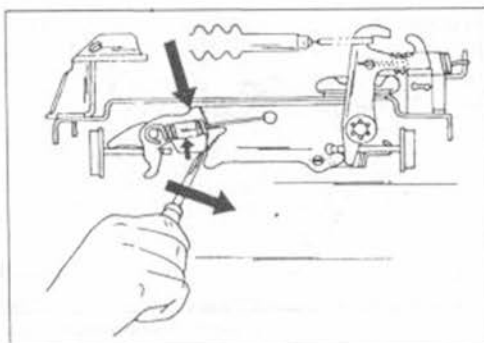

Рис.231.
- Чтобы облегчить установку барабана тормоза, нужно как можно дальше внутрь переставлять колодки. Для этого нужно вставить отвертку в зубчатый сегмент, как это показано на рис.231, и сегмент двигать в направлении стрелки.